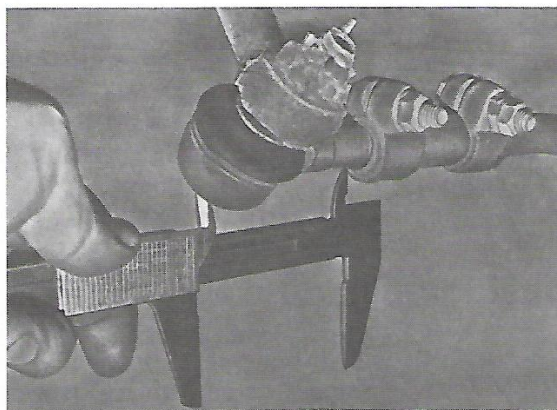

Rys. 7.10. ŚCIĄGACZ DO PRZEGUBÓW KULOWYCH DRĄŻKÓW KIEROWNICZYCH
- Na przegub kulowy założyć specjalny ściągacz (rys. 7.10) i pokręcając jego śrubą, wypchnąć sworzень przegubu z otworu w ramieniu zwrotnicy. W celu łatwiejszego wykonania tej operacji można, po wstępnym naprężeniu ściągacza, energicznie uderzać młotkiem w koniec ramienia zwrotnicy (kierunek uderzeń wzdłuż ramienia zwrotnicy). Jeżeli nie dysponuje się ściągaczem, całą operację można wykonać dwoma młotkami, z których jednym uderza się w koniec sworznia przegubu, a drugi przykładła do ramienia zwrotnicy z przeciwnej strony.